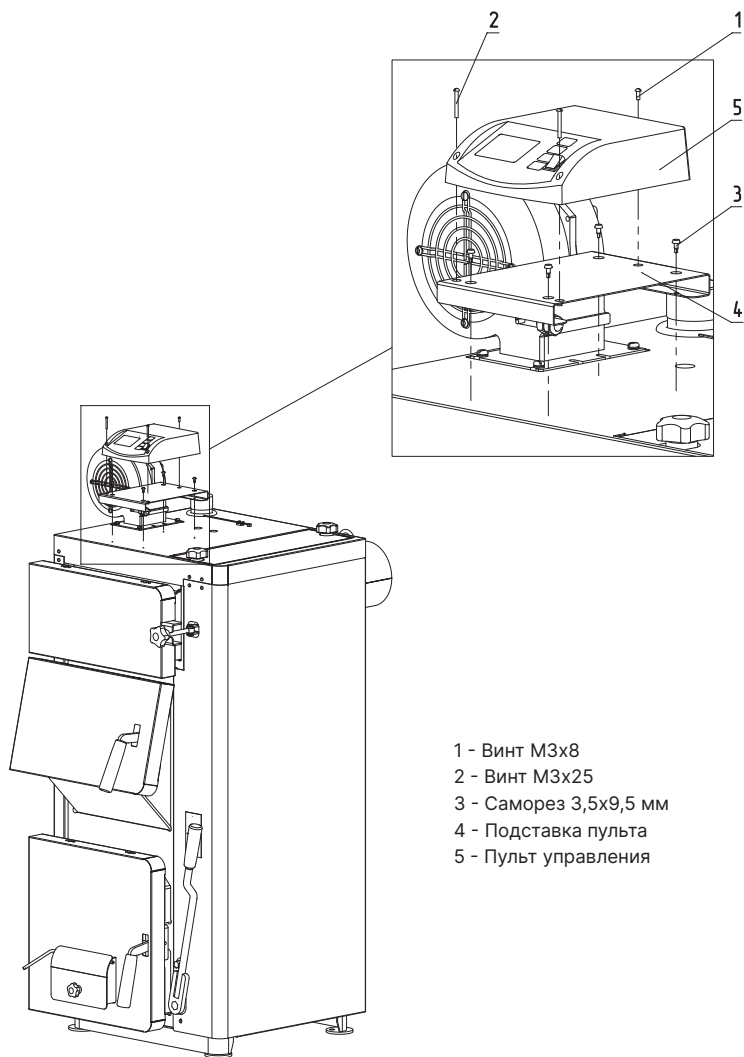

Рис.18 Установка пульта управления на котел ZOTA Magna 15 - 35 кВт
- Закрепить подставку пульта (поз.4, Рис.18) саморезами (поз.3, Рис.18) на верхней части котла;
- На подставку пульта установить пульт управления (поз.5, Рис.18) и зафиксировать его винтами (поз.1, 2, Рис.18).